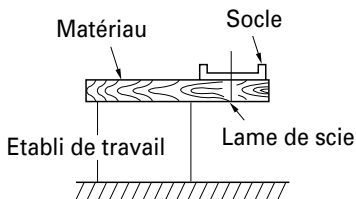

Fig. 7
7. Préparer un établi de travail en bois (Fig. 7)